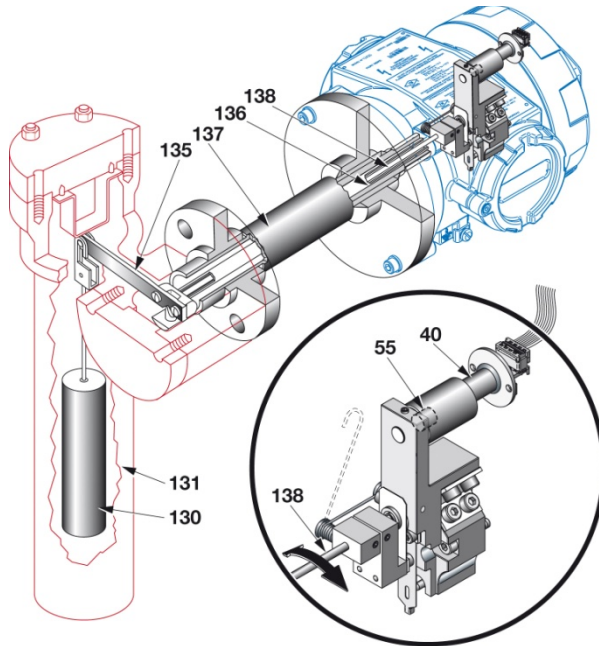

Abbildung 1 – Prinzipskizze
Durch eine Veränderung der Flüssigkeitshöhe wird das scheinbare Gewicht des Verdrängers (130) verändert und die Last auf dem Drehrohr (136) wird um eine direkt proportionale Menge zur Änderung des Flüssigkeitsniveaus erhöht oder verringert. Die sich daraus ergebende Drehung des Rohrstabs (138), siehe Abbildung 1, verändert das Magnetfeld eines reibungsfreien, berührungsfreien Sensors (40). Das durch den Sensor erzeugte Signal ändert den Strom in der Schleife im gleichen Verhältnis, wie sich der Füllstand im Gefäß ändert.